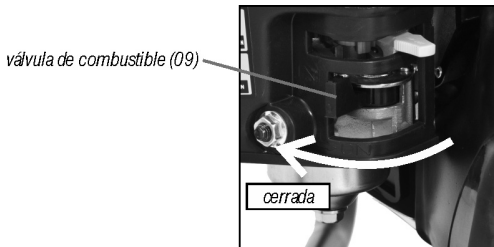

Fig. 26 – Válvula de combustible
- c. Cierre la válvula de combustible (fig. 26);